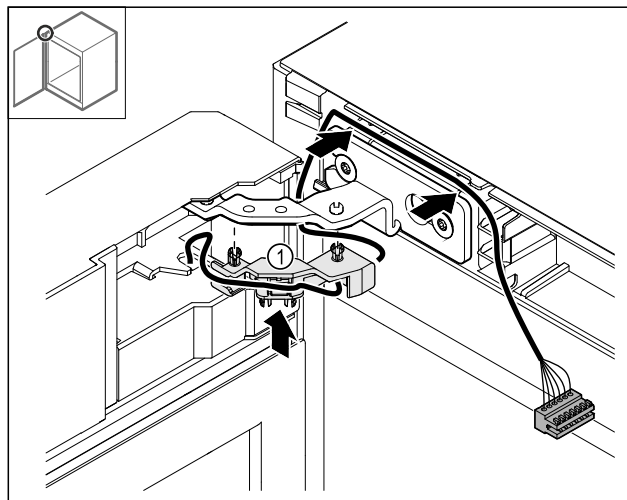

Fig. 48
- Įspauskite kabelio laikiklį Fig. 48 (1) į lankstą.